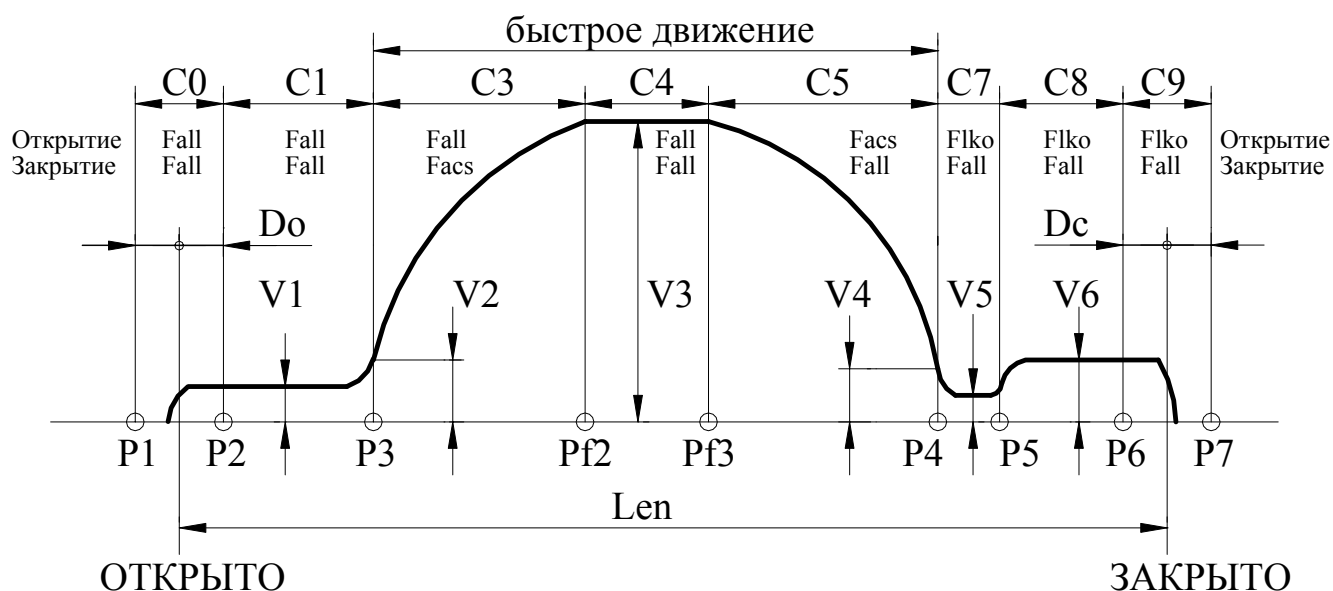

Рис.5. Траектория движения.
3.7.3.3. Если проем был уже промерен, то после синхронизации на 0, *Устройство* начинает двигаться по траектории, показанной на **рис.5**.
- 3.7.7.4. *Устройство* обрабатывает траекторию движения, показанную на **рис.5**, справа налево.
- 3.7.7.7. При **полном открытии**, когда *Устройство* определило наличие упора в зоне С0 (см. **рис.5**), включается ВКО. После этого *Устройство* переходит в режим одностороннего удержания.
- 3.7.8.4. *Устройство* обрабатывает траекторию движения, показанную на **рис.5**, слева направо.
- 3.7.8.7. При **полном закрытии**, когда *Устройство* определило наличие упора в зоне С9 (см. **рис.5**), включается ВКЗ. После этого *Устройство* переходит в режим одностороннего удержания.
- **E0L** – переезд зоны полного открытия (**C0, рис.5**) или полного закрытия (**C9, рис.5**). *Синхронизация* в этом случае выключается. Ошибка сбрасывается при смене кода направления вращения, но затем необходимо провести *синхронизацию* заново. При повторном неоднократном возникновении данной ошибки нужно провести **измерение проема**, если затем эта ошибка все равно будет возникать, необходимо проверить механику привода.
3.8.1. Рис.5, на котором показана траектория движения, отслеживаемая Устройством, поясняет назначение многих параметров, рассмотренных ниже. На рис.5 отображено также распределение сил на участках траектории отдельно при открытии и при закрытии (при переходе в режим удержания устанавливается соответствующая сила удержания).
- Если Var_{sl}=1, то точка препятствия запоминается и происходит замедление скорости движения при подходе к точке препятствия до V_{bar}. При отсутствии препятствия в том же месте, дальнейшее движение происходит по кривой, указанной на **рис.5**.
- 3.8.7.13. **Номер D** – C_{vk0} (мм) – дополнительное смещение точки **P2(рис.5)** для расширения диапазона удержания сигнала ВКО.
- 3.8.7.14. **Номер E** – C_{vkz} (мм) – дополнительное смещение точки **P6(рис.5)** для расширения диапазона удержания сигнала ВКЗ.